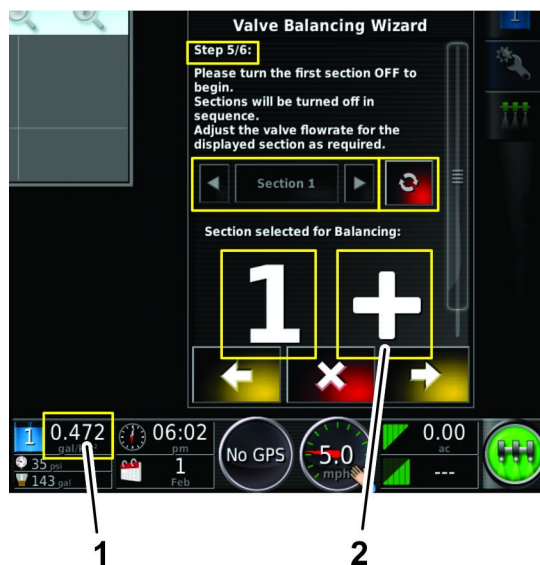

Figura 146
- El caudal de aplicación de la válvula de sección es demasiado bajo (Figura 146).